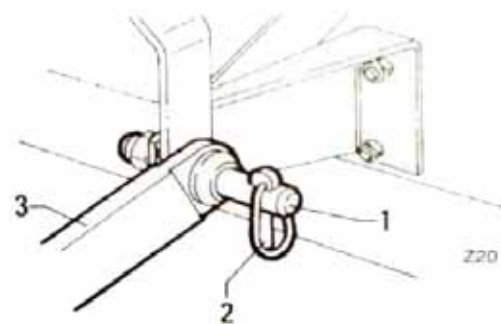

Figure 7
- Fermez celles-ci à l'aide des goupilles de sécurité en "2" (Fig. 7).